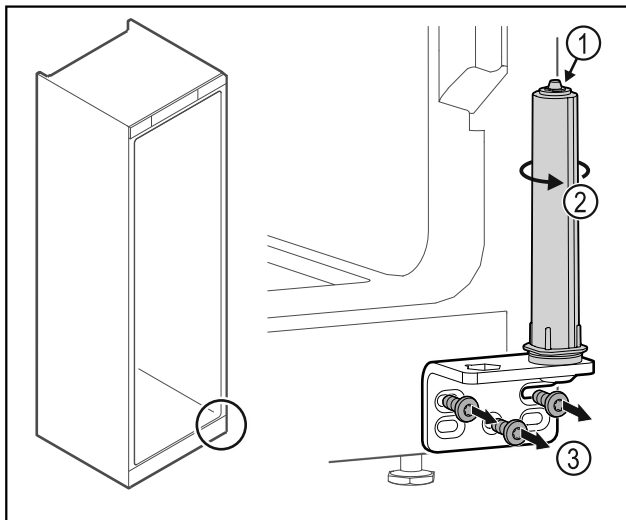

Fig. 28
- Türschließsystem nicht zerlegen Fig. 28 (1).
- ▶ Schließsystem Fig. 28 (2) drehen, bis es klickt .
- ▶ Scharnierwinkel Fig. 28 (3) abschrauben.